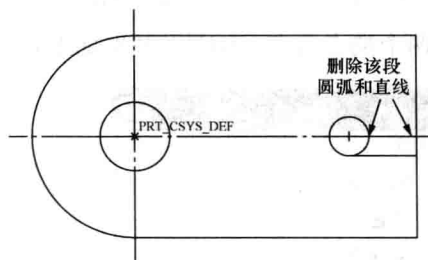
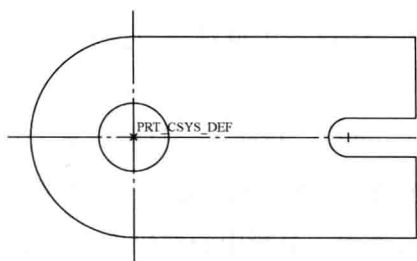

图 1-21 删除圆弧和直线
图 1-22 零件截面图
7) 单击草绘工具栏中的“删除段”按钮，裁剪图形中多余的圆弧和线段，如图 1-21 所示，得到如图 1-22 所示的截面图。